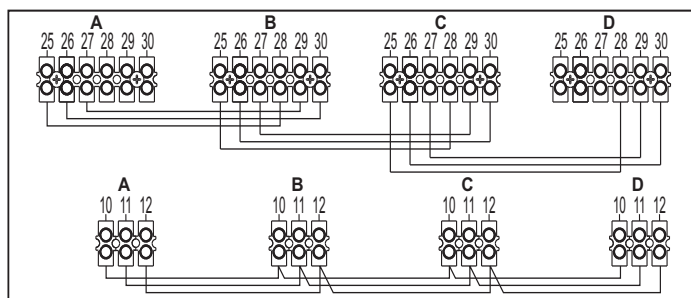

fig. 36 - Montarea în sistem cascadă
1. Conectați modulele așa cum se arată în fig. 36 (exemplul cu 4 module)
Dacă acest lucru nu se întâmplă, întrerupeți alimentarea cu electricitate și controlați cablajul din fig. 36.